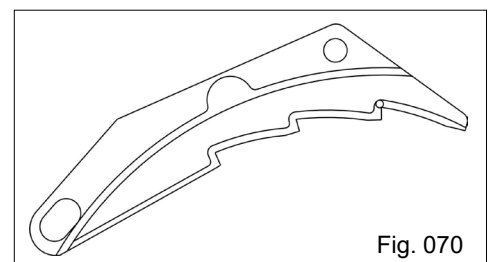

Fig. 070
- **Seletor** (Fig. 070): tem a função de deixar apenas uma semente em cada furo. Durante a aspiração, várias sementes aderem ao mesmo furo, como se fossem passar por ele, arrastadas pela força da aspiração. A ação do seletor é eliminar as sementes em demasia, deixando apenas uma que, pela rotação do disco, é levada até o local onde cessa a aspiração, sendo então liberada e através do tubo condutor, de formato especial, chega ao solo com velocidade reduzida.